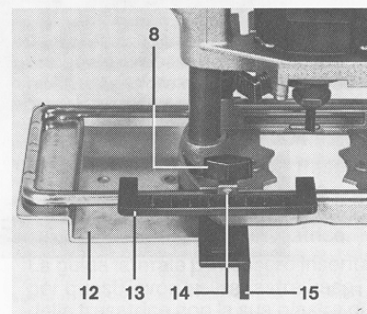

Fig. 4
Adapter le guide latéral muni de sa règle graduée (13) à la semelle de la défonceuse, comme le montre la fig. 4.